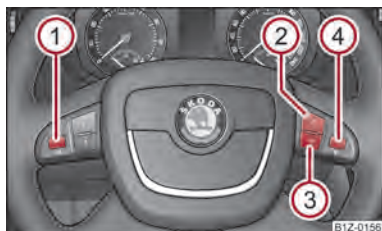

Fig. 113 Volanul multifuncțional: Tastele de selectare pentru telefon
Pentru ca atenția șoferului să fie distrasă cât mai puțin de la desfășurarea traficului în timpul deplasării, acționarea funcțiilor principale ale telefonului este posibilă și de la tastele amplasate pe volan ⇒ fig. 113.
- printr-o lungă apăsare a tastei  de pe volanul multifuncțional ⇒ fig. 113.